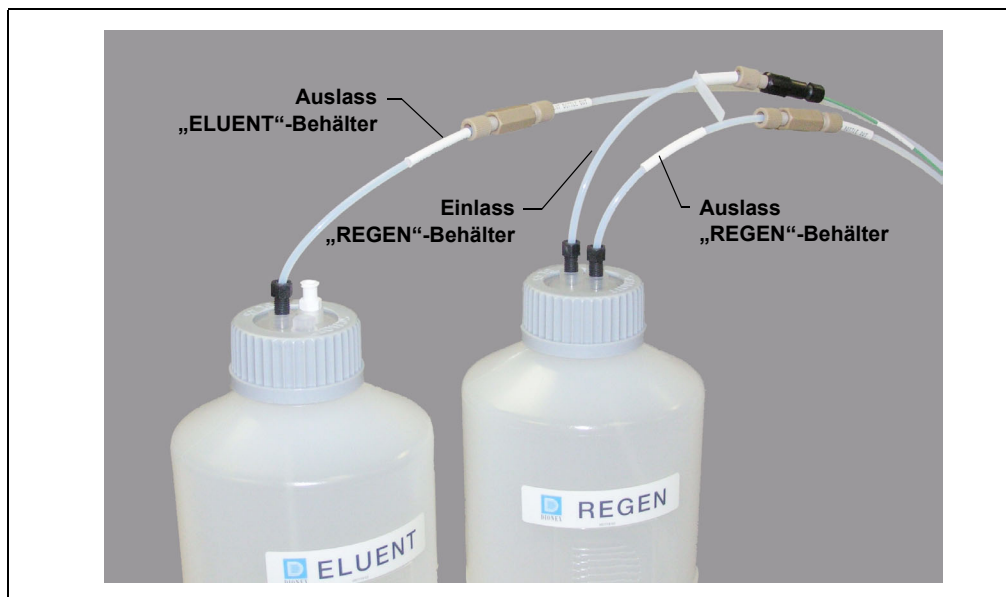

Abbildung 3-4. Anschlüsse der Flüssigkeitsleitungen von Eluenten- und Regenerantenbehälter
10. Überprüfen Sie, ob die Flüssigkeitsleitungen von „**ELUENT**“- und „**REGEN**“-Behälter mit den richtigen Leitungen des ICS-900 verbunden sind (siehe Abbildung 3-4).